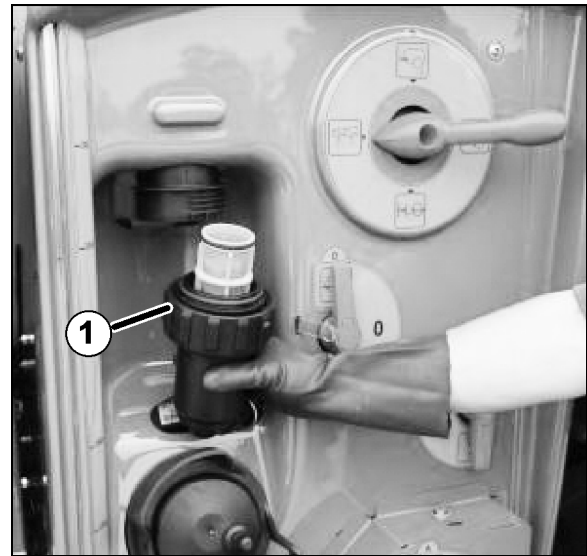

Fig. 127
2. Druckfilter (Fig. 127/1) entnehmen und mit Wasser reinigen.